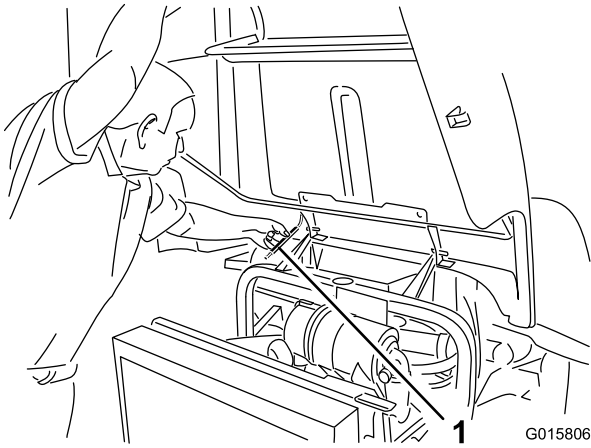

Bild 29
2. Heben Sie die Motorhaube an, bis die Stange hinter dem Rahmenrohr positioniert werden kann (Bild 29).